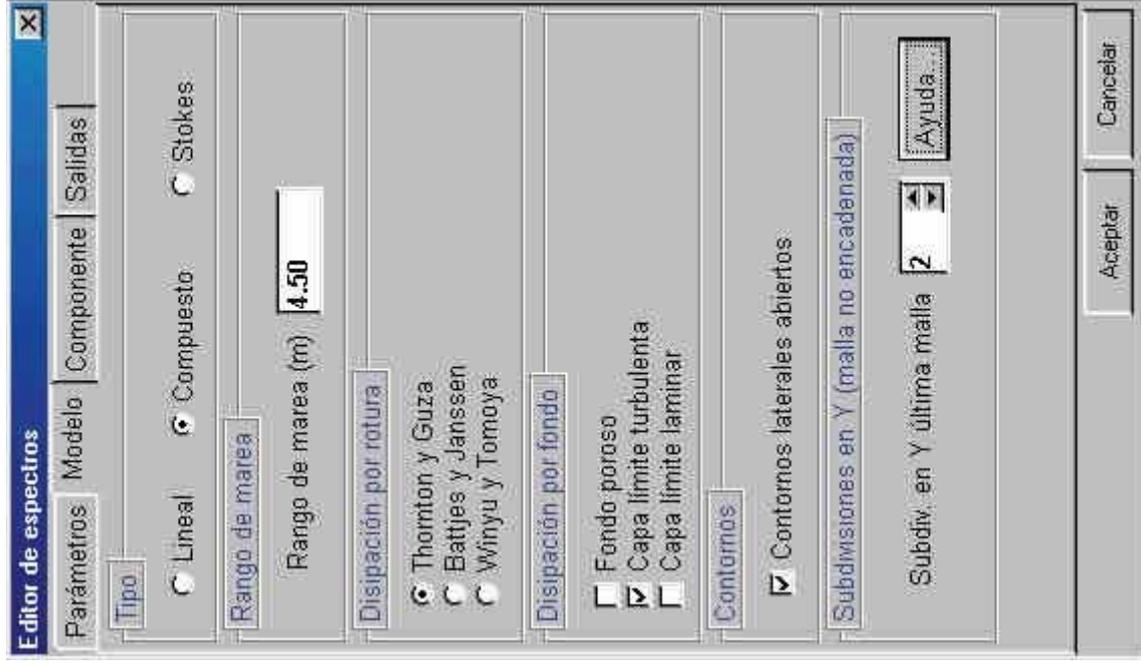

Figura 5.62
□ SUBPÁGINA DE *Modelo* (ver figura 5.62): En esta subpágina se definen los tipos de modelos y los contornos. Seleccionar los parámetros que se proponen por defecto, excepto para el rango de marea y el número de subdivisiones en y. Es decir, modelo compuesto, modelo de disipación por rotura de Thornton y Guza, disipación en fondo por capa límite turbulenta y contornos laterales abiertos. En cuanto al rango de marea poner 4.5 metros y para el número de subdivisiones en y, pulsar el botón de “Ayuda” y aceptar el valor recomendado.